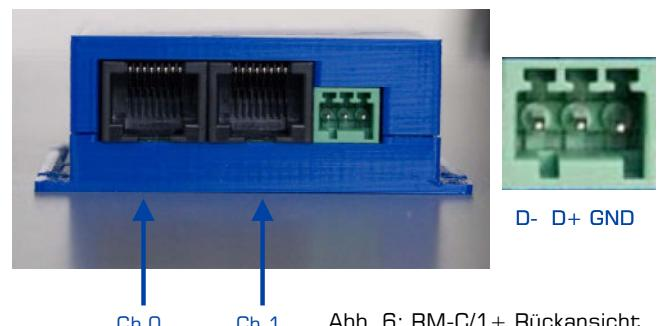

Abb. 6: RM-C/1+ Rückansicht
- Der RS485-Bus ist sowohl an einem der RJ45-Anschlüsse (der Anschluss, der in Abbildung 6 als Ch1 gekennzeichnet ist, ebenso an der rechten Seite) sowie an der 3-poligen Schnittstelle verfügbar. Sie können nur jeweils einen Anschluss verwenden. Der RS485-Anschluss kann mit einem RJ45-Kabel oder einem Kabel mit losen Enden hergestellt werden kann.
- Der RS485-Bus ist an einer der RJ45-Klemmen (der in Abbildung 6 rechts vom als Ch1 gekennzeichneten Stecker liegt) und an der 3-poligen Schnittstelle verfügbar. Sie müssen beide gleichzeitig verwenden.